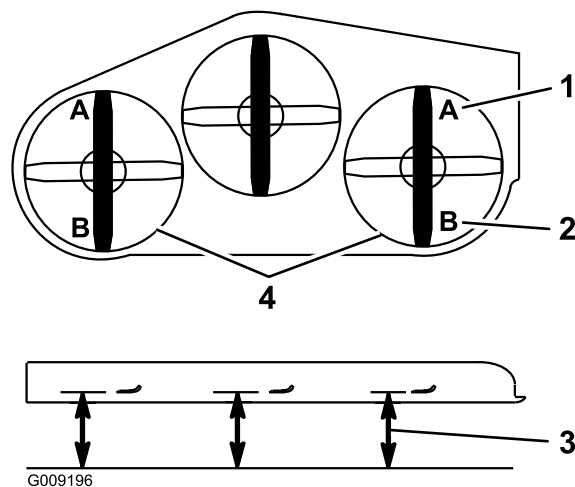

**Figure 89**
5. Enfoncez la pédale de levage du tablier de coupe au maximum pour verrouiller le tablier à la position transport de 14 cm (5,5 po) (Figure 89).